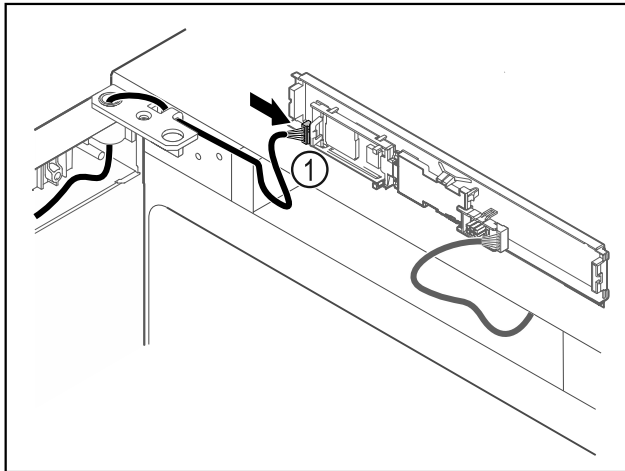

Fig. 56
- Dugja be a dugót Fig. 56 (1) a NYÁK-on.